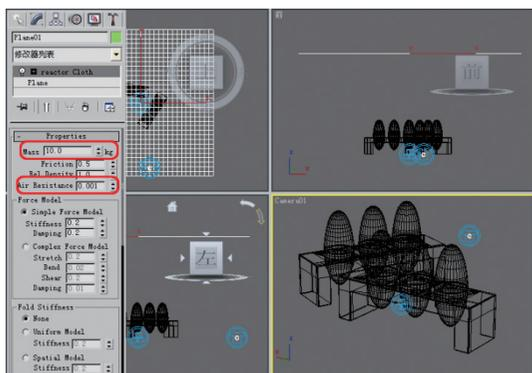

图9-50 设置柔体参数
**13** 确认布料处于选中状态，在其修改面板中，将Air Resistance参数设置为0.001，如图9-50所示。